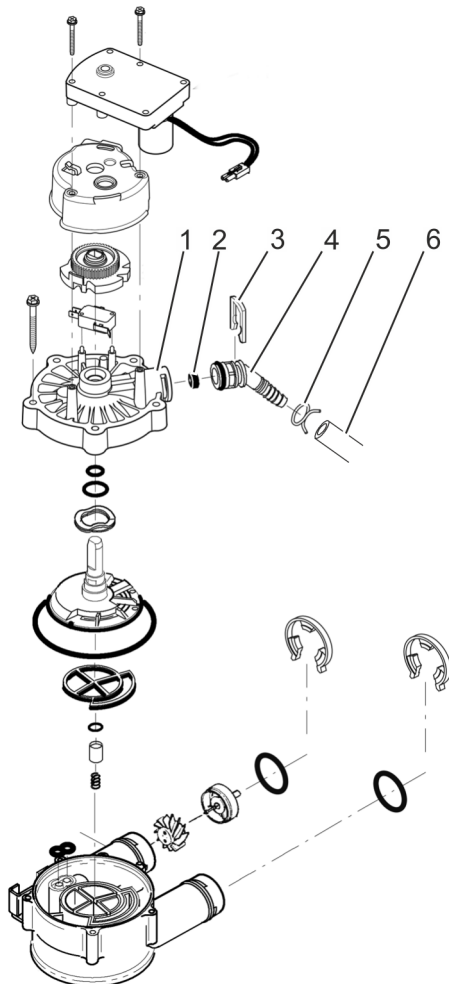

Abb. 6: Abflussschlauchadapterset (im Lieferumfang enthalten)
1. ➔ Schlauchschelle (Abb. 6/5) auf den Abflussschlauch (Abb. 6/6) aufstecken.
2. ➔ Abflussschlauch (Abb. 6/6) auf den Abflussschlauchadapter (Abb. 6/4) aufstecken.
3. ➔ Abflussschlauch (Abb. 6/6) mit Schlauchschelle (Abb. 6/5) auf dem Abflussschlauchadapter (Abb. 6/4) fixieren.
4. ➔ Flusstecker (Abb. 6/2) auf der Rückseite des Wasserenthärter in den Anschluss (Abb. 6/1) der Ventilbaugruppe einlegen.
5. ➔ Abflussschlauchadapter (Abb. 6/4) auf der Rückseite des Wasserenthärter in den Anschluss (Abb. 6/1) der Ventilbaugruppe einstecken.
6. ➔ Abflussschlauchadapter (Abb. 6/4) mit Befestigungsclip (Abb. 6/3) sichern.